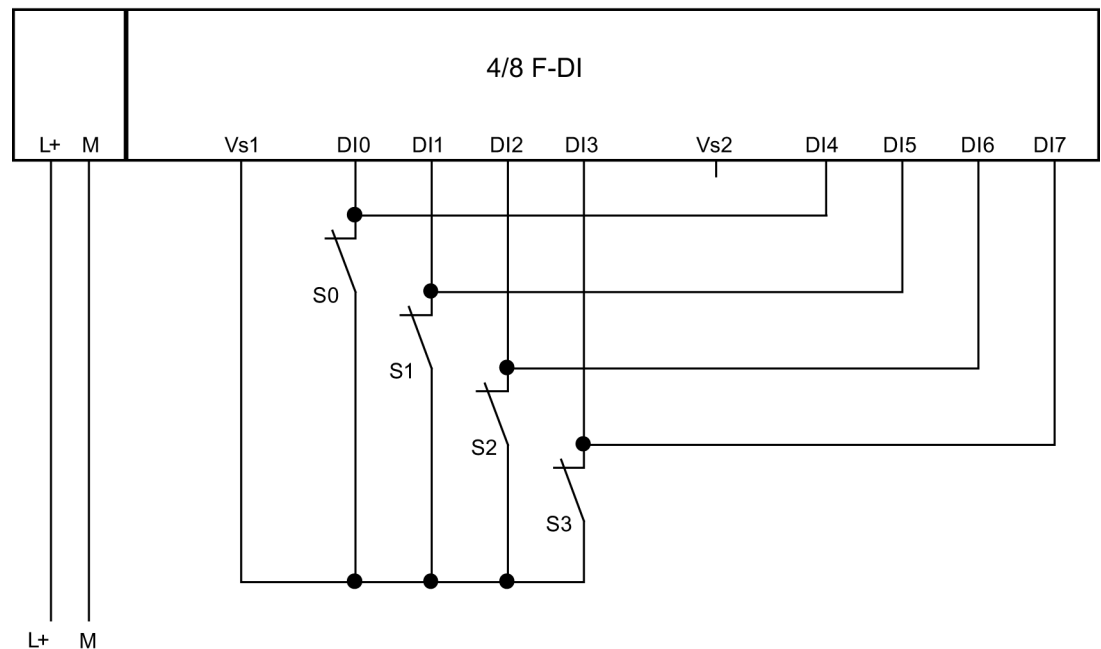
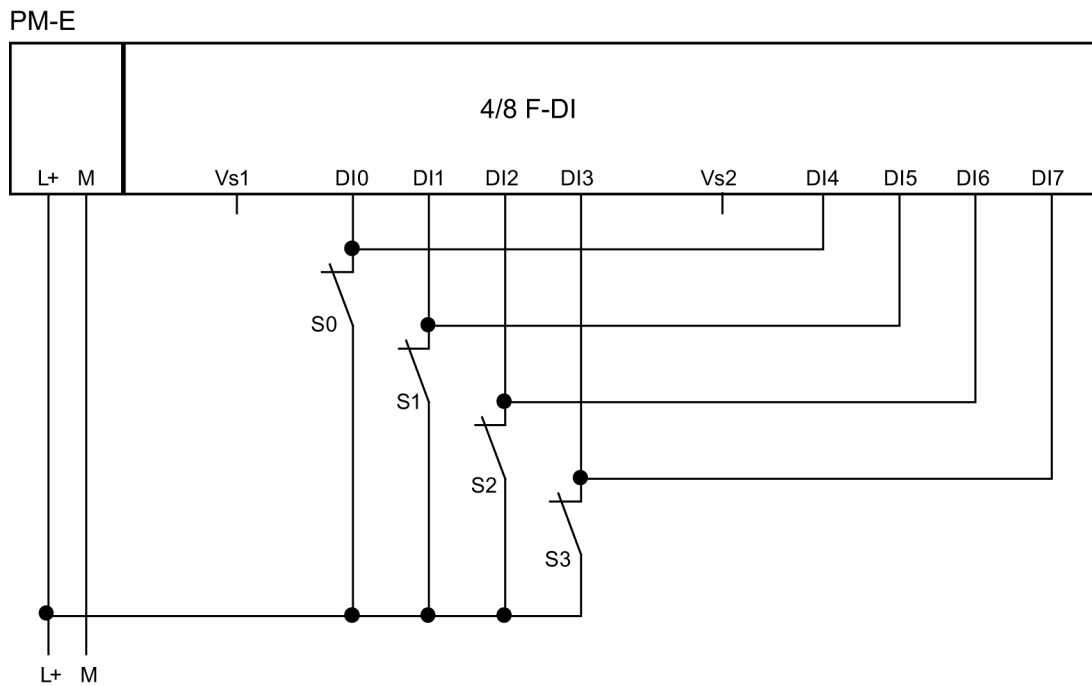

Bild 7-21 Verdrahtungsschema EM 4/8 F-DI DC24V - ein Geber 1-kanalig an zwei Eingänge angeschlossen, interne GV
Bild 7-22 Verdrahtungsschema EM 4/8 F-DI DC24V – ein Geber 1-kanalig an zwei Eingänge angeschlossen, externe GV
- Anwendungsfall 2.1, siehe Bild 7-21 Verdrahtungsschema EM 4/8 F-DI DC24V - ein Geber 1-kanalig an zwei Eingänge angeschlossen, interne GV (Seite 141) und Bild 7-22 Verdrahtungsschema EM 4/8 F-DI DC24V – ein Geber 1-kanalig an zwei Eingänge angeschlossen, externe GV (Seite 142)